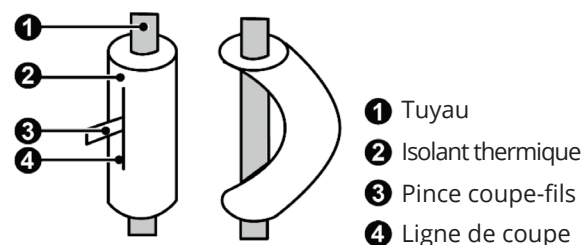

Figure 4.4b
4. Evitez de trop plier le tuyau pour éviter de le briser. Comme le montre la figure 4.4b, utilisez un outil tranchant pour couper la couche d'isolation thermique autour du tuyau et pliez-la une fois que le tuyau est exposé. Après l'avoir plié, remettez la couche d'isolation thermique sur le tuyau et fixez-la à l'aide de ruban adhésif.